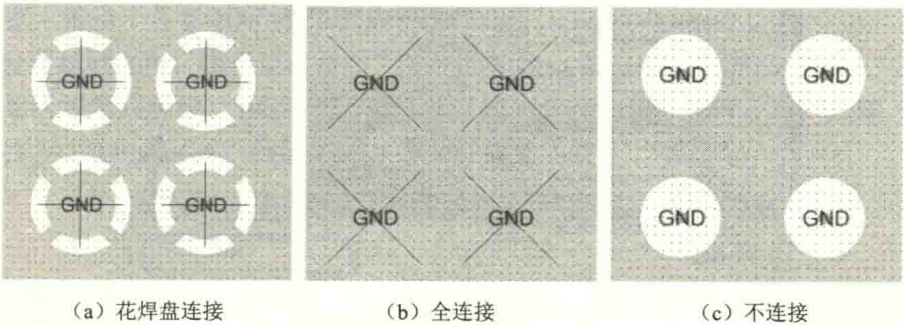

图 9-30 不同的连接方式
- ① Where The Object Matches: 选择规则适配的应用范围，一般是针对“All”来设计就好了。
- ② Connect Style: 用于设置内电层和孔的连接方式，下拉列表中有3个选项可以选择，即Relief Connect（发散状连接，即花焊盘连接）、Direct Connect（全连接）和No Connect（不连接），如图9-30所示，工程制板中多采用发散状连接方式。